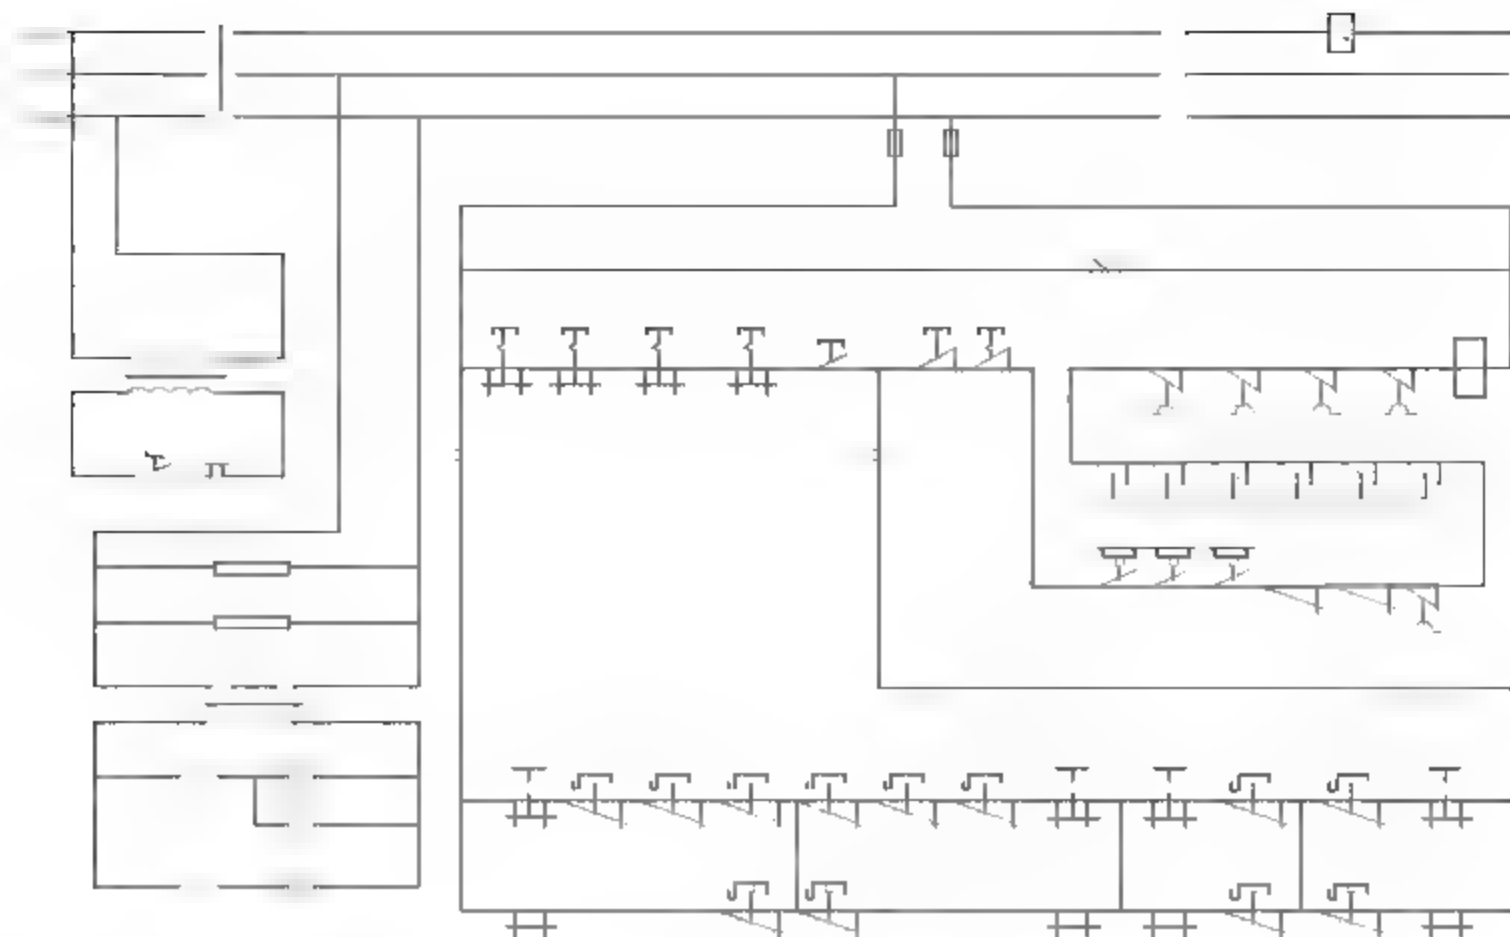

图11-32 调入元件
**11** 调入元件图块。在本书配备资源中的“素材\第11章\电气图例.dwg”文件选择各类电气图例，将其复制至电路图中，结果如图11-32所示。